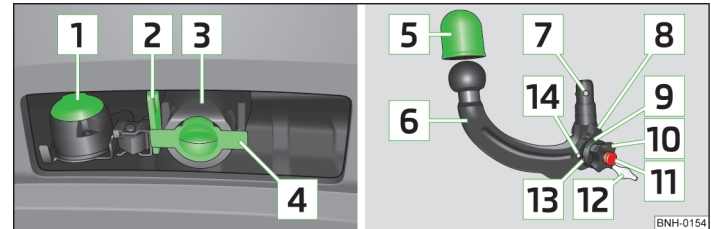

Abb. 104 Träger der Anhängervorrichtung / Kugelstange
- Die Abdeckkappe für den Aufnahmeschacht  » Abb. 104 auf Seite 121 nach unten abziehen.
- Die Abdeckkappe für den Aufnahmeschacht **4** » Abb. 104 auf Seite 121 einsetzen.